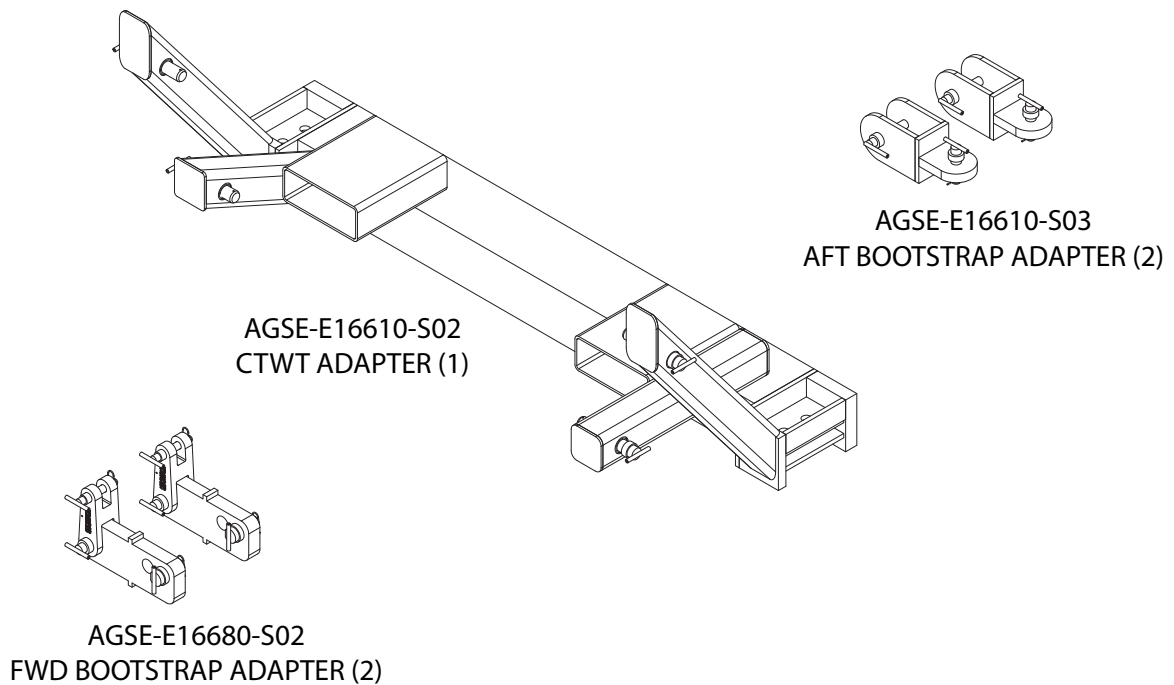

Figure 3.8-4 Optional AGSE-E16682-S01 Bootstrap Kit
3.8.4 AGSE-E16682-S01 Bootstrap Option (Figure 3.8-4)